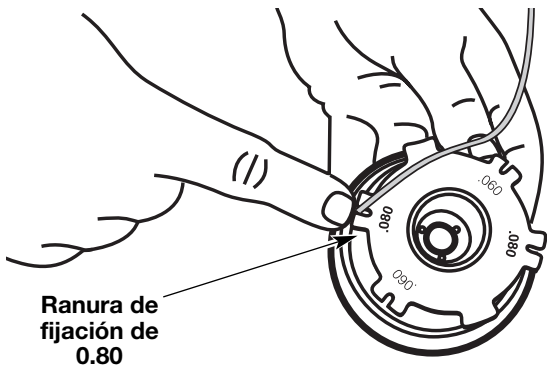

Fig. 14
7. Inserte el extremo de la línea en una de las dos ranuras de fijación de 0.80 (Fig. 14).